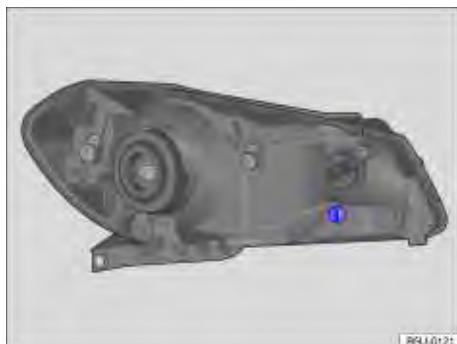
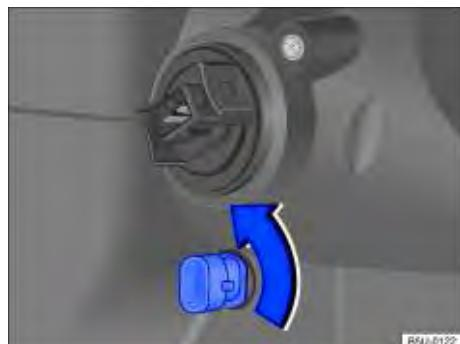

Fig. 173 No compartimento do motor: localização da lâmpada incandescente da luz de posição.
Fig. 174 Soquete da lâmpada incandescente da luz de posição.
4. Girar o soquete da lâmpada ⇒ Fig. 173, no sentido da seta ⇒ Fig. 174, e desencaixá-lo do alojamento.
9. Pressionar o soquete até o batente e girar no sentido contrário ao da seta ⇒ Fig. 174.